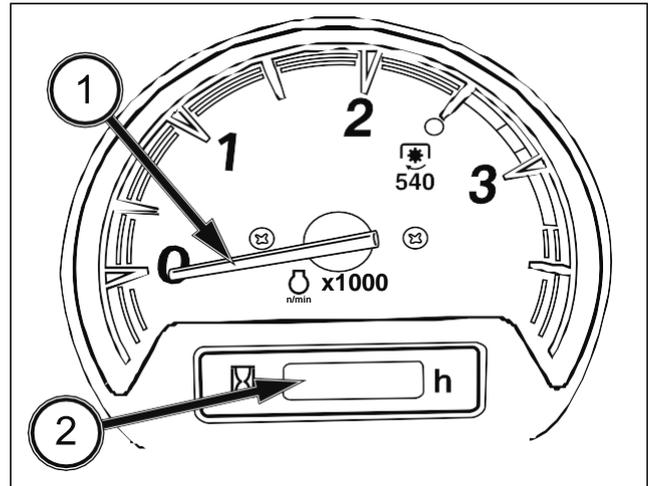

FIG. 3-9
FIG. 3-9: La aguja (1) del cuentarrevoluciones indica el régimen del motor en revoluciones por minuto (rpm) del cigüeñal. El índice muestra la velocidad de la TDF trasera de 540 rpm a aproximadamente 2484 rpm del motor.